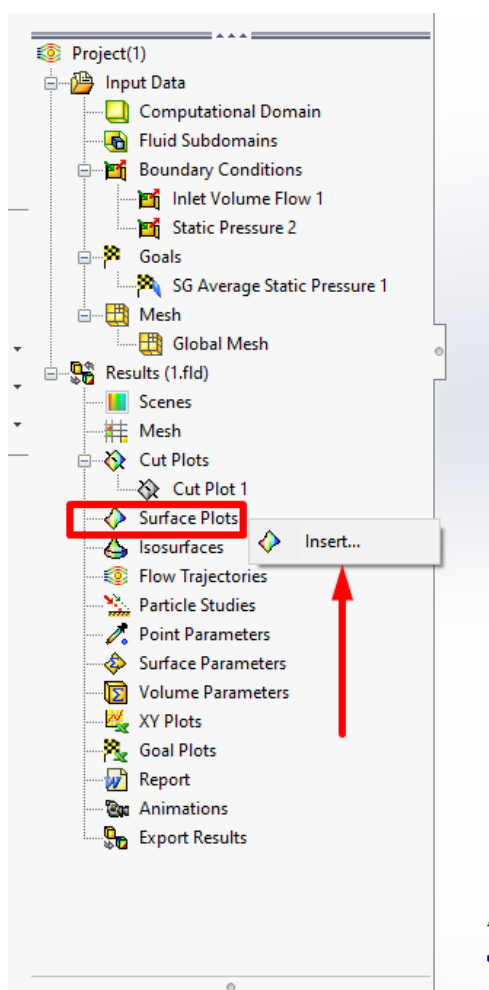

Рисунок 10.37 – Додавання поверхневої епюри
2. Натисніть ПКМ на значку **Surface Plots** (Поверхневі епюри) і виберіть **Insert** (рис. 10.37).